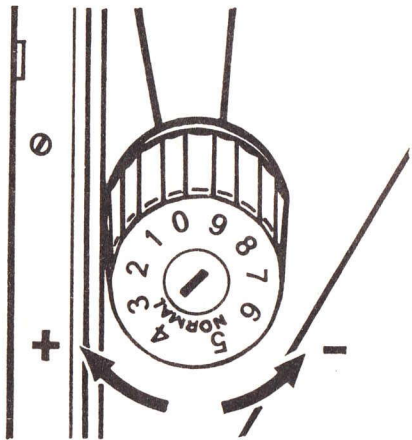

Abb. 28
A) Oberfadenspannung (Abb. 28)